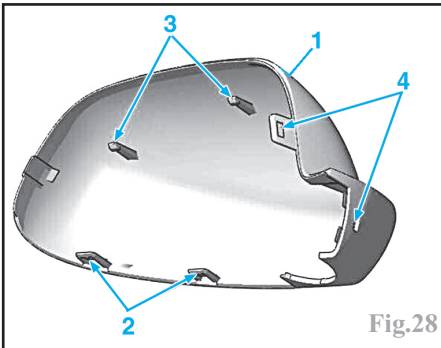

Fig.28
- à l'aide d'un outil plat, décliper délicatement la coquille (1) dans l'ordre (2, 3 et 4) (Fig.28).